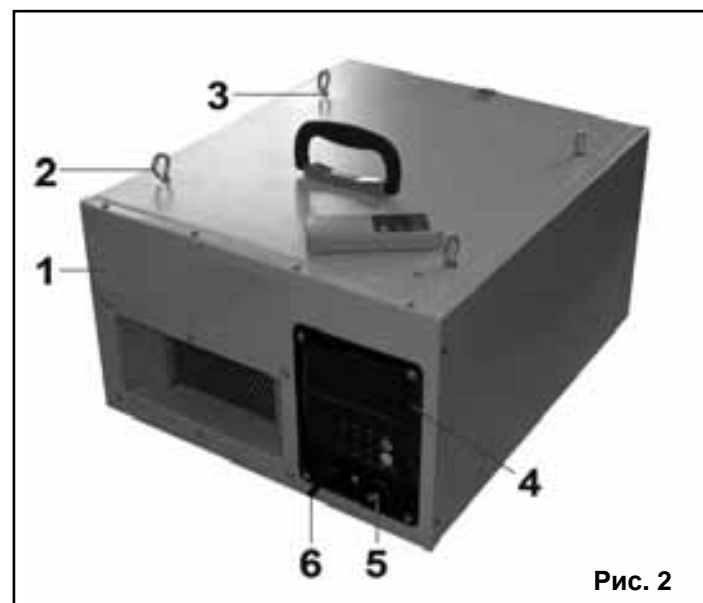

Рис. 2
6.1. Фильтр состоит из следующих сборочных единиц и деталей. (Рис. 2)
8.2. Вверните четыре винта-крюка с контргайкой (Б) (Рис.1.) (2) (Рис. 2) в специально предназначенные гнезда на корпусе фильтра (1) (Рис.2.) если Вы собираетесь смонтировать и подвесить фильтр. Изменяя глубину вворачивания винт-крюков в корпус фильтра (1) (Рис.2) добейтесь горизонтальности подвеса фильтра и зафиксируйте это положение винт-крюков при помощи контргайки (3) (Рис. 2).
9.2. Включение фильтра кнопками блока управления (Рис.2, 3).
9.2.4. Используя жалюзи на выходном окне (7) (Рис.2.) установите желаемое направление потока очищенного воздуха.
9.3. Включение фильтра с пульта дистанционного управления (ПДУ) (Рис. 2, 3)
9.3.5. Используя жалюзи на выходном окне (7) (Рис.2.) установите желаемое направление потока очищенного воздуха.
10.2.1. Необходимость замены фильтрующих элементов возникает при снижении скорости воздушного потока выходящего из фильтра через выходное окно (7) (Рис.2). Интервал между заменами фильтрующих элементов зависит от степени запыленности очищаемого воздуха и определяется исходя из опыта использования фильтра, но не реже одного раза в год.